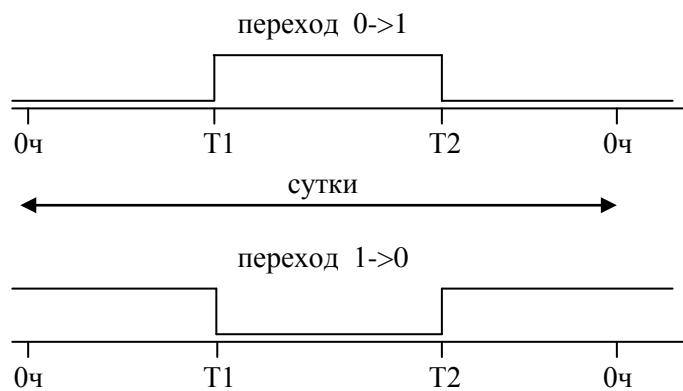

Рисунок 4.11
4.6.13 Функция «Включение/выключение по расписанию» может использоваться для включения/выключения в установленное время T_1 и T_2 оборудования по будним дням. Эта функция разбивает сутки на 3 интервала времени: с начала суток до метки T_1 , с метки T_1 до метки T_2 , с метки T_2 до конца суток. Метки времени T_1 и T_2 и состояние выхода указываются при конфигурировании. Рисунок 4.11 поясняет использование данного условия.